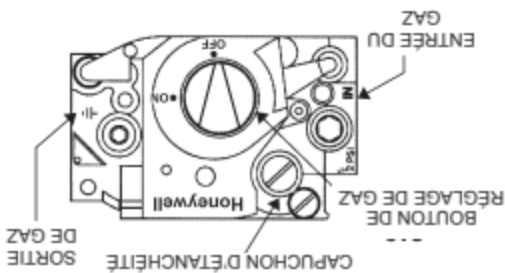

FIGURE 24.
3. Enlever le capuchon d'étanchéité d'ajustement du régulateur et ajuster la pression en tournant la vis d'ajustement avec un tournevis. Voir Figure 24.